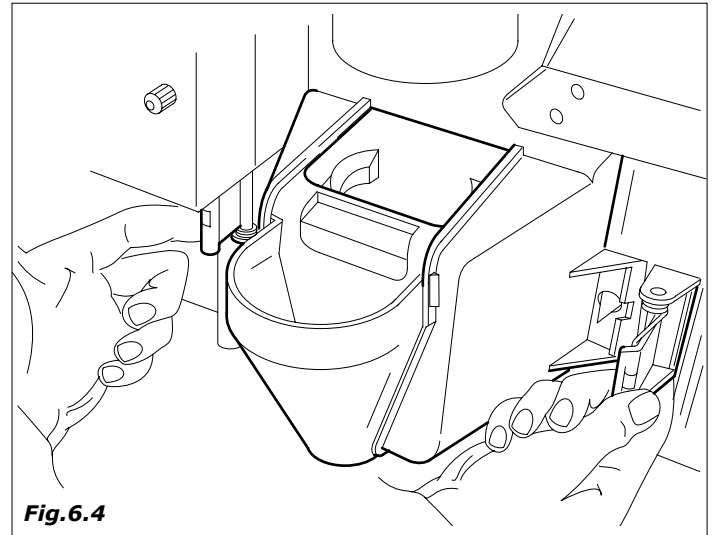

Fig.6.4
- ventana y soporte de dispensación del producto (Fig.6.4)